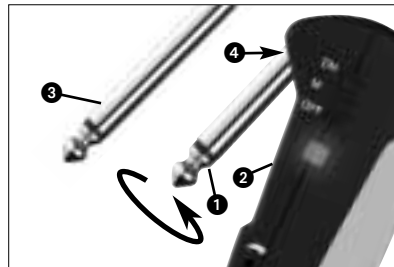

Fig. 5 : Montage de l'adaptateur
4.3 Instruments avec prise sortie noyée (voir Fig. 5)